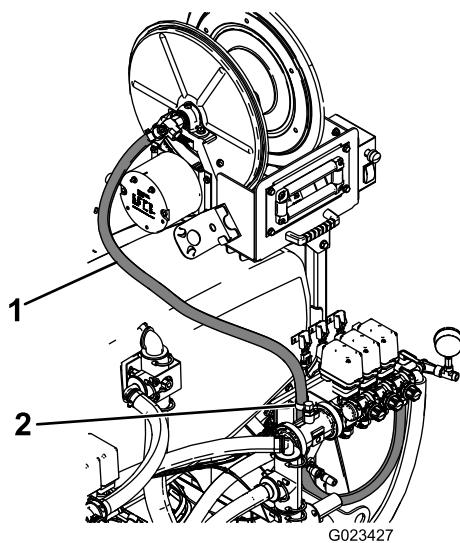

図 11
9. 後スタビライジング・ブレケットに R クランプを取り付ける; 既存のボルト・ナットを使用する (図 11)。